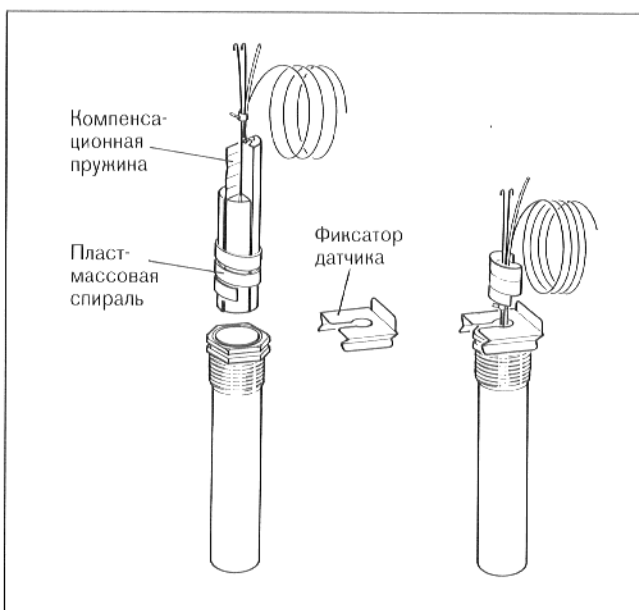

Рис. 39 – погружная гильза
- Насадить фиксатор датчика (комплект поставки) со стороны или сверху на головку погружной гильзы (см. рис. 39).